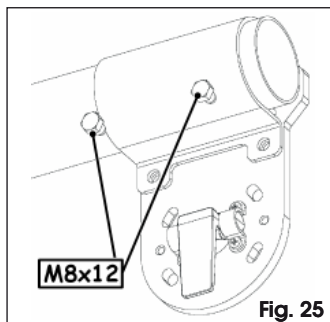

Fig. 25
5. Complete la fijación de la barra con los dos tornillos restantes, Fig. 25.